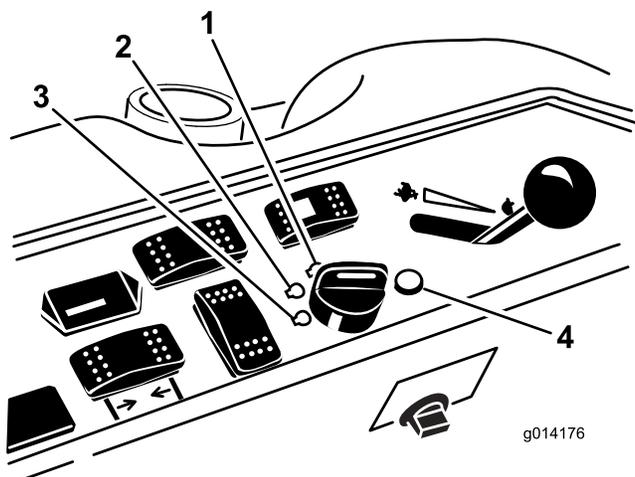

Figura 16
- Girate la chiave di accensione in senso orario, in posizione di marcia RUN (Figura 16).
- Girate la chiave di accensione in posizione OFF (Figura 16). Attendete che tutte le parti in movimento si siano fermate, prima di lasciare il posto di guida.